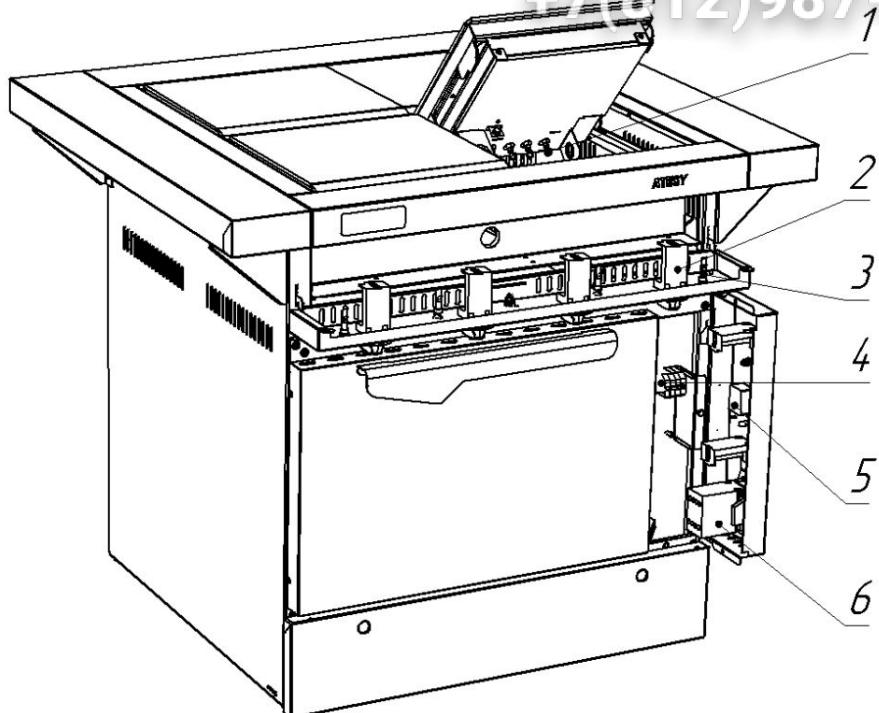
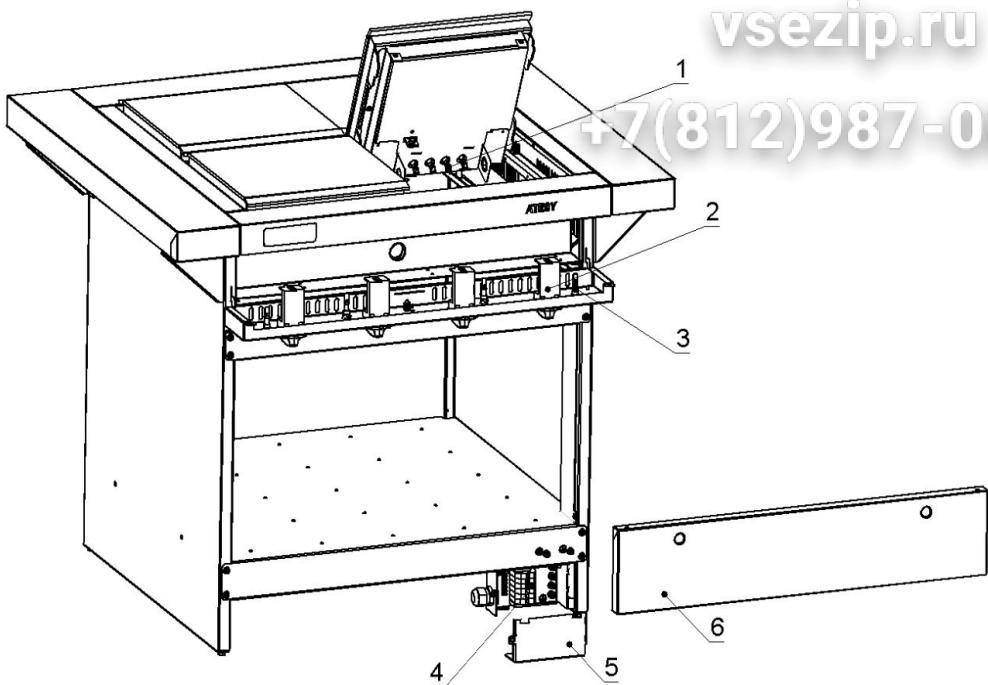

Рис.8
Рис.9
5.2. Клеммная колодка подключения плит серии ЭПШЧ к электросети находится за панелью управления жарочным шкафом (рис.8), а плит серии ЭПЧ — под декоративной панелью (рис.9). Схемы подключения электроплит приведены в приложениях 1-10.
5.4 Схема доступа к внутренним элементам плит серий ЭПШЧ (рис.8)
## 5.5 Схема доступа к внутренним элементам ПЧТ серии ЭПН (рис.9)